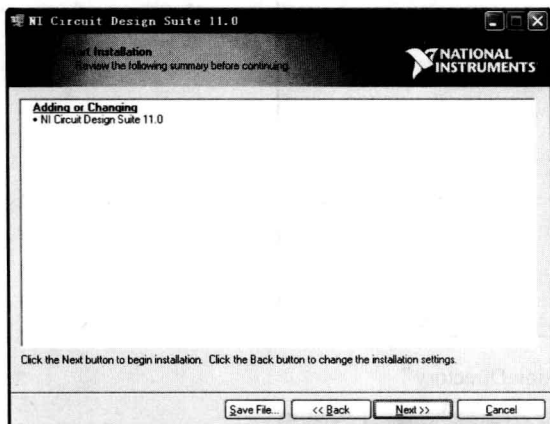

图 1-1-8 “Start Installation”对话框
(6) 单击【Next】按钮后，弹出如图 1-1-8 所示的“Start Installation”对话框，再单击【Next】按钮继续。